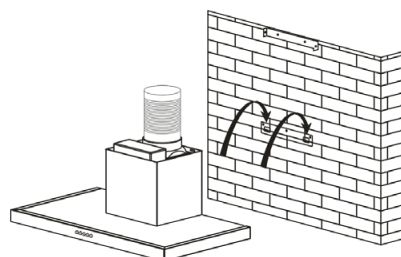

fig. 4
- Coloque y conecte el cuerpo de la campana sobre este soporte con los tornillos previstos incluidos (fig. 4)